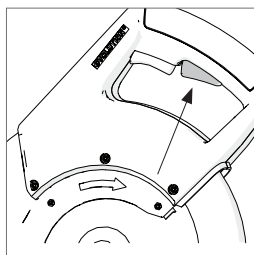

図24
- ・ブレードの回転速度が安定したら、トリガースイッチ下側にあるセーフティ解除スイッチを押して解除し、静かにハンドルを押し下げて切断を開始します。**(図24)**